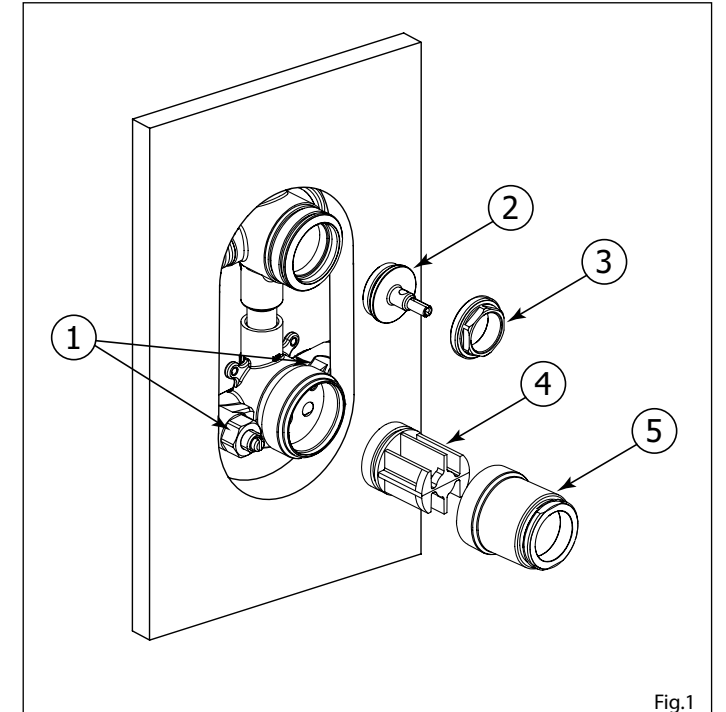

Fig.1
First, shut off the 2 check-valves (1). Afterwards, unscrew the cartridge holder (5), the large nut (3) and remove the protective plugs (2 & 4) (see Fig.1).
Premièrement, fermer les 2 valves d'arrêts (1), dévisser ensuite le manchon de valve (5), l'écrou (3) et retirer le capuchon protecteur (2 & 4) (Voir Fig.1).